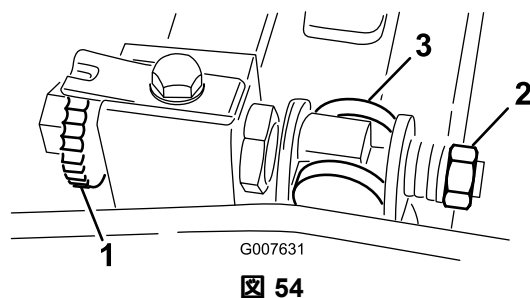

図 54
1. ベッドバー調整ネジを左に回してベッドナイフとリールの接触をなくす図 54。
2. スプリングテンションナットをゆるめて、ワッシャがベッドバーを全く押さないようにする図 54。